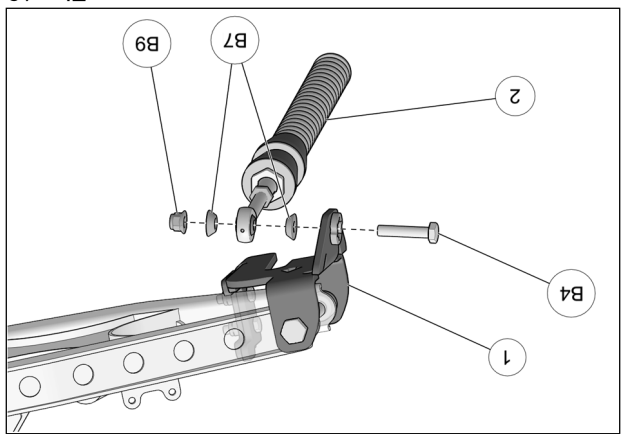

Fig. 13
14. Fixer le bras stabilisateur (2) à l'ancrage de suspension (1) à l'aide du boulon (B4), des espaces coniques (B7) et de l'écrou autobloquant (B9). Serrer à un couple de 70 N•m [52 lb•pi]. Voir la Fig. 13